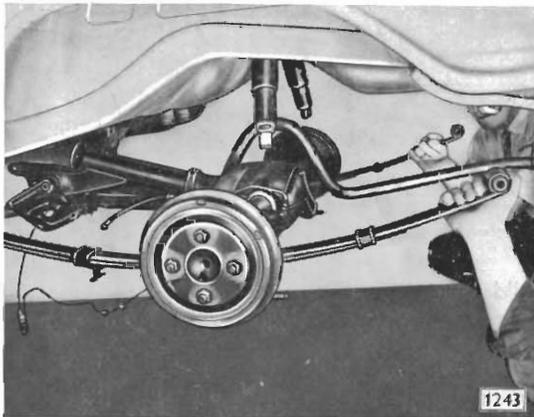

Bild 37 - Hinterfedern mit Hinterachse auf beiden Seiten in Gehängebolzen der hinteren Feder-aufhängung einhängen
3. Hinterfedern mit aufgesetzter Hinterachse – wie beim Ausbau – durch zwei Monteure anheben und auf beiden Seiten in Gehängebolzen einhängen (Bild 37). Laschen mit Gehängebolzen ausrichten, lose Laschen entsprechend ihrer Form auf Gehängebolzen aufstecken und zunächst nur handfest mit Muttern – Federringen – beiziehen.